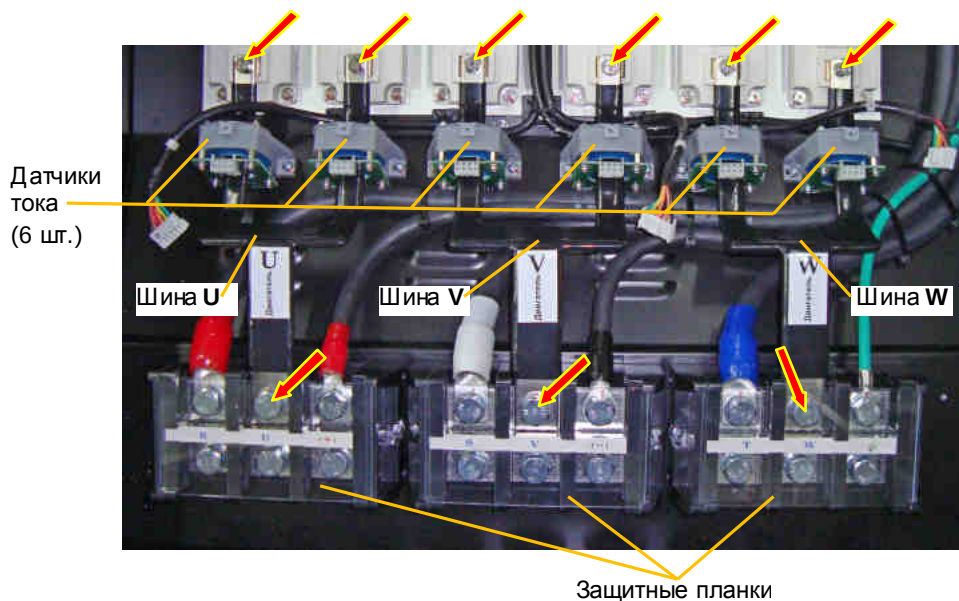

Рис. 6.12.
6.9.4. Демонтировать 3 защитные планки силовых клеммных колодок. Демонтировать шины выходных каналов U, V, W (рис. 6.12) выкрутив 6 винтов крепления к модулям IGBT и 3 болта силовой клеммной колодки (рис. 6.12, красные стрелки). Положить винты и шины в тару.